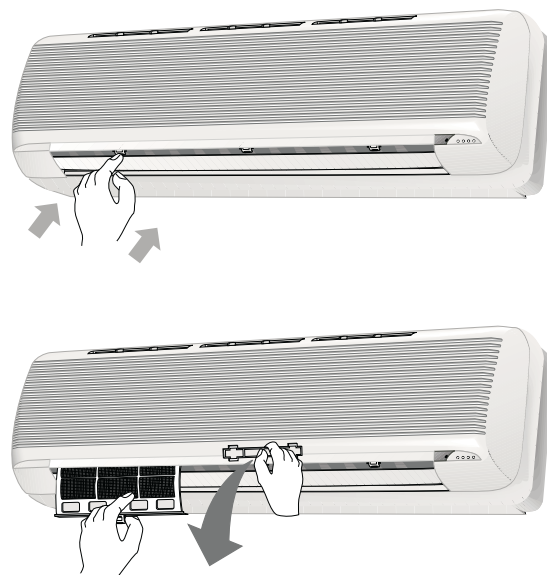

Figure 14 — Dépose des filtres à air
2. Tirer les filtres vers le bas pour les extraire. (Voir la Figure 14)